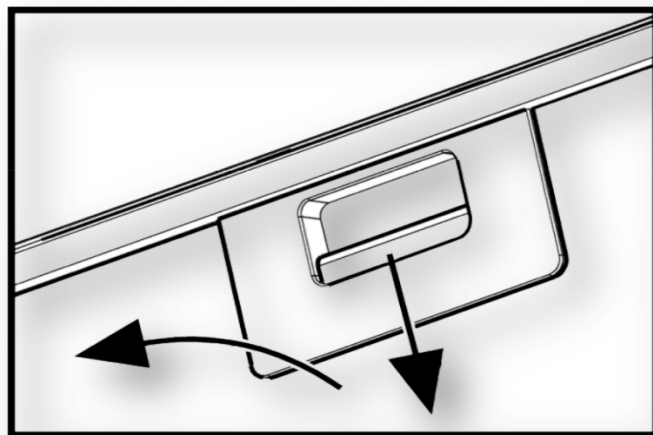

Fig.6
7.10 Pour la dépose du filtre d'aluminium (**fig. 6**) Il fut appuyer sur le loquet à ressort et, ayant tiré pour lui-même et en bas, déposer le filtre du panneau. L'installation du filtre accomplir dans l'ordre inverse. **N'établissez pas le filtre après le lavage avant son dessèchement complet.**